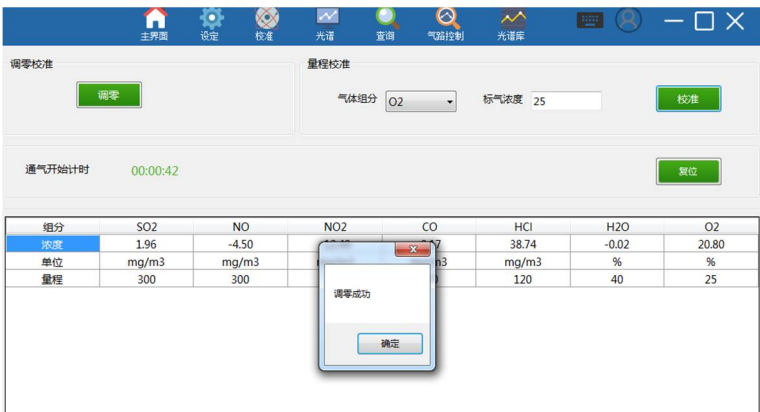

图 7.9 调零状态界面
- 步骤 3：等待 15s~30s 调零状态，界面会显示调零结果，如图 7.9 所示。